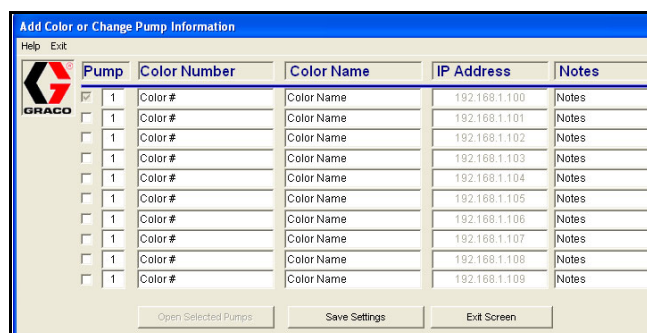

FIG. 20 . Connexions de multiples variateurs de fréquence
5. Introduire la nouvelle information sur la pompe. Voir FIG. 20. Vérifier les boîtiers à côté de chaque variateur connecté.